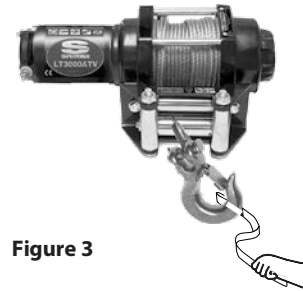

Figure 3
8. É LOIGNEZ-VOUS DU TREUIL, DU CÂBLE SOUS TENSION ET DU CROCHET EN FAISANT FONCTIONNER LE TREUIL. Ne mettez jamais vos doigts dans le crochet. Si un de vos doigts était pris dans le crochet, vous pourriez le perdre. UTILISEZ TOUJOURS LE SYSTÈME DE PROTECTION DES MAINS lorsque vous guidez le câble pour le sortir ou l'enrouler reportez-vous à la figure 3 .